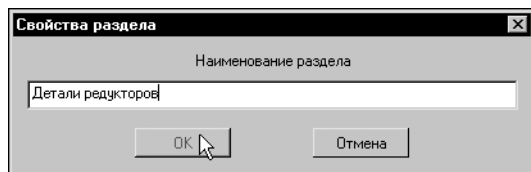

Рис. 45.35. Ввод имени нового раздела
10. В появившемся на экране диалоге **Библиотека фрагментов** введите имя раздела библиотеки *Детали редукторов* и нажмите кнопку **OK** (рис. 45.35).